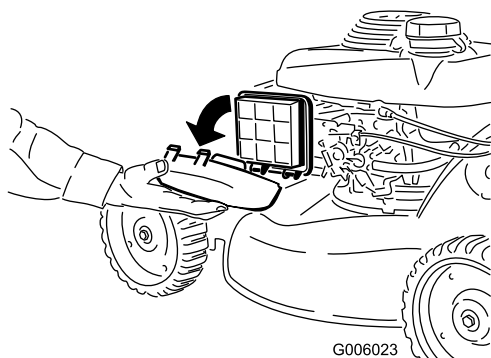

Figure 38
2. Ouvrez le couvercle (Figure 38).